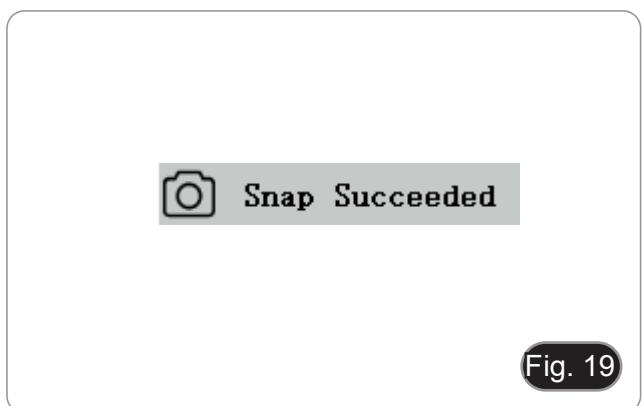

Fig. 19
- 2. Lo schermo mostra "Snap Succeeded", a significare che l'immagine è stata catturata con successo. (Fig. 19)